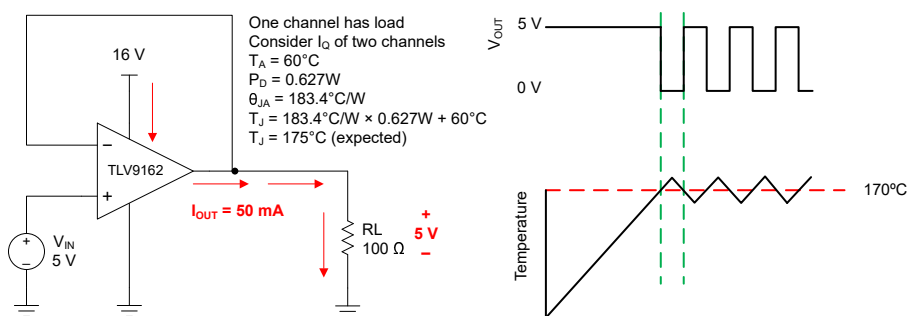

図 6-4. 過熱保護動作
あらゆるアンプは、内部消費電力によって内部（接合部）の温度が上昇します。この現象を「自己発熱」と呼びます。TLV916x の絶対最大接合部温度は 150°C です。この温度を超えると、デバイスが損傷します。TLV916x には過熱保護機能があり、自己発熱による損傷を低減できます。この保護機能はデバイスの温度を監視し、温度が 170°C を超えるとオペアンプの出力ドライブをオフにします。TLV9162 の消費電力 (0.627W) のために自己発熱が大きくなるアプリケーションの例を、図 6-4 に示します。この例では、どちらのチャンネルも静止消費電力を持ち、一方のチャンネルには大きな負荷があります。熱に関する計算から、周囲温度が 60°C の場合、デバイスの接合部温度は 175°C に達することが示されます。しかし、実際のデバイスでは出力ドライブがオフになるので、接合部の温度は安全域に回復します。過熱保護時の回路の動作を、図 6-4 に示します。通常の動作では、デバイスはバッファとして動作し、出力は 5V になります。自己発熱によりデバイスの接合部温度が内部制限値を超えた場合、過熱保護機能によって出力が強制的に高インピーダンス状態になり、出力は抵抗 R_L によってグランドにプルダウンされます。過剰な消費電力を引き起こした条件が解消されない場合、出力の障害が修正されるまで、アンプはシャットダウン状態とイネーブル状態をいったりきたりします。熱性能は、選択したパッケージと PCB レイアウト設計によって大きく異なる場合があります。この例では、TSSOP (8) パッケージの熱性能を使用しています。